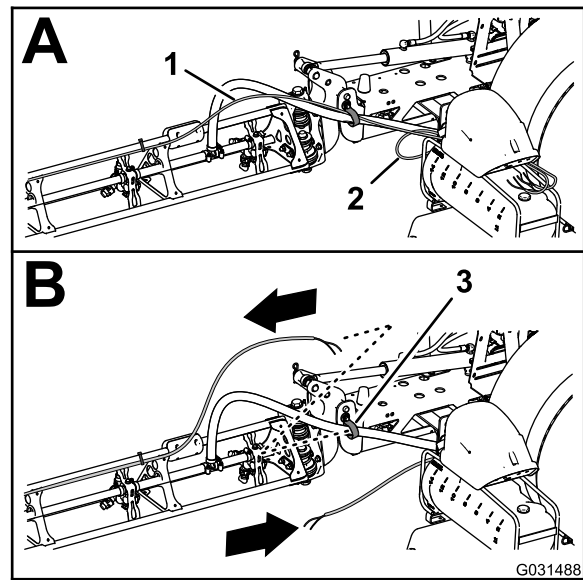

Bild 9
5. Schieben Sie die Schläuche für die Schaumdüsen am linken und rechten Auslegerabschnitt nach hinten durch die R-Klemme in der Nähe des Drehpunkts für den Auslegerabschnitt (Bild 9).